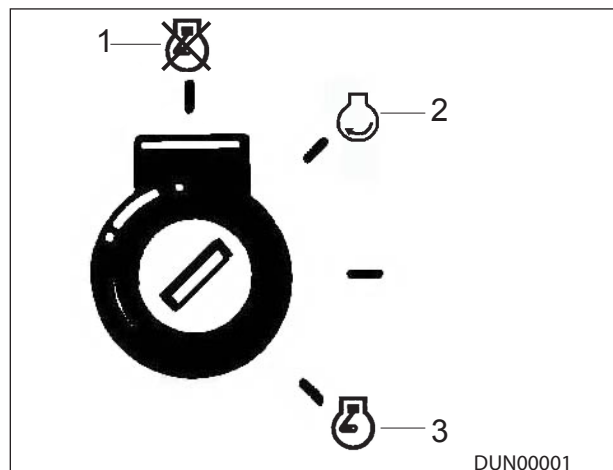

Figure 7.5 - Standen van de contactsleutel
2. Zet de contactsleutel van het bedieningspaneel op ON (item 2), zie afb. 7.5.
3. Zet de ontstekingsleutel (item 3), zie afb. 7.5, op de zwengelstand.
2. Zet de ontstekingsleutel (item 2) op 'ON', zie afb. 7.5.
11. Druk op de knop (item 2) op het bedieningspaneel om terug te keren naar het beginscherm.
12. Zet de ontstekingsleutel (item 3), zie afb. 7.5, op de zwengelstand.